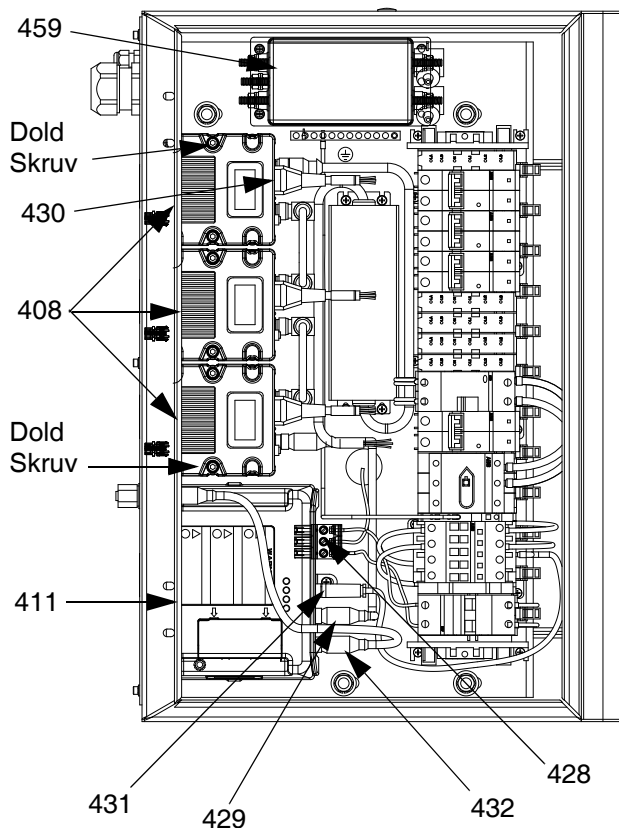
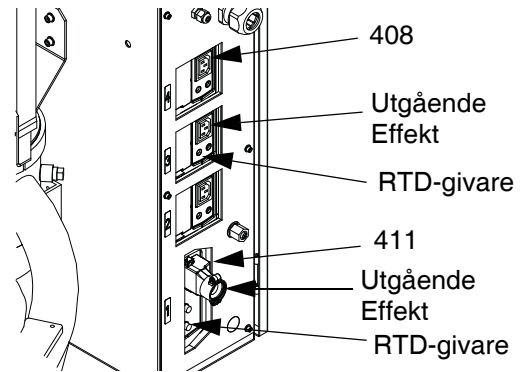

FIG. 48: Inre vy av elskåp
FIG. 49: Vy bakifrån av elskåp
- Öppna elskåpets dörr (402). Koppla ur följande kablar från lågeffekts-TCM (408):
- inkommande nätkabel (430)
- utgående nätkabel (se FIG. 49)
- Lossa båda de gömda skruvarna (409) som håller lågeffekts-TCM (408) till basplattan (407); ta bort lågeffekts-TCM. Se , FIG. 48.
1. Öppna elskåpets dörr (402). Koppla från den utgående nätströmmen och RTD-kablarna från högeffekts-TCM (411). Se FIG. 49.
2. Ta bort elskåpets kåpa (436). Se **Elskåp, delar**, sidan 90.
3. Koppla ur alla fyra inkommande kablar (432, 428, 429, 431) från högeffekts-TCM. Se FIG. 48.
4. Skruva loss båda skruvarna (415) som håller fast hållarna (412, 413) för högeffekts-TCM i elskåpet. Ta bort högeffekts-TCM. Se **Elskåp, delar**, sidan 90.